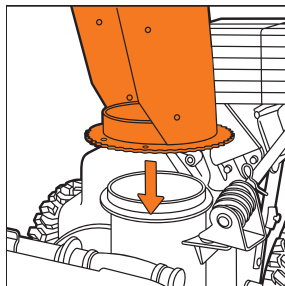

Рис. 11
- Установите желоб на отверстие выброса снега (для DAST 8565 / 8570 образца 2020г. и ранее) (Рис. 11).